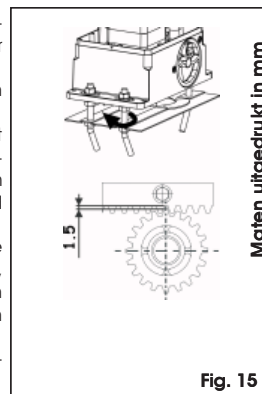

Fig. 15
- Na de installatie van de tandheugel moet de positie van de motorvertraging ongeveer 1,5 mm worden verlaagd (Fig. 15), om ervoor te zorgen dat de tandheugel goed in de pignion grijpt.